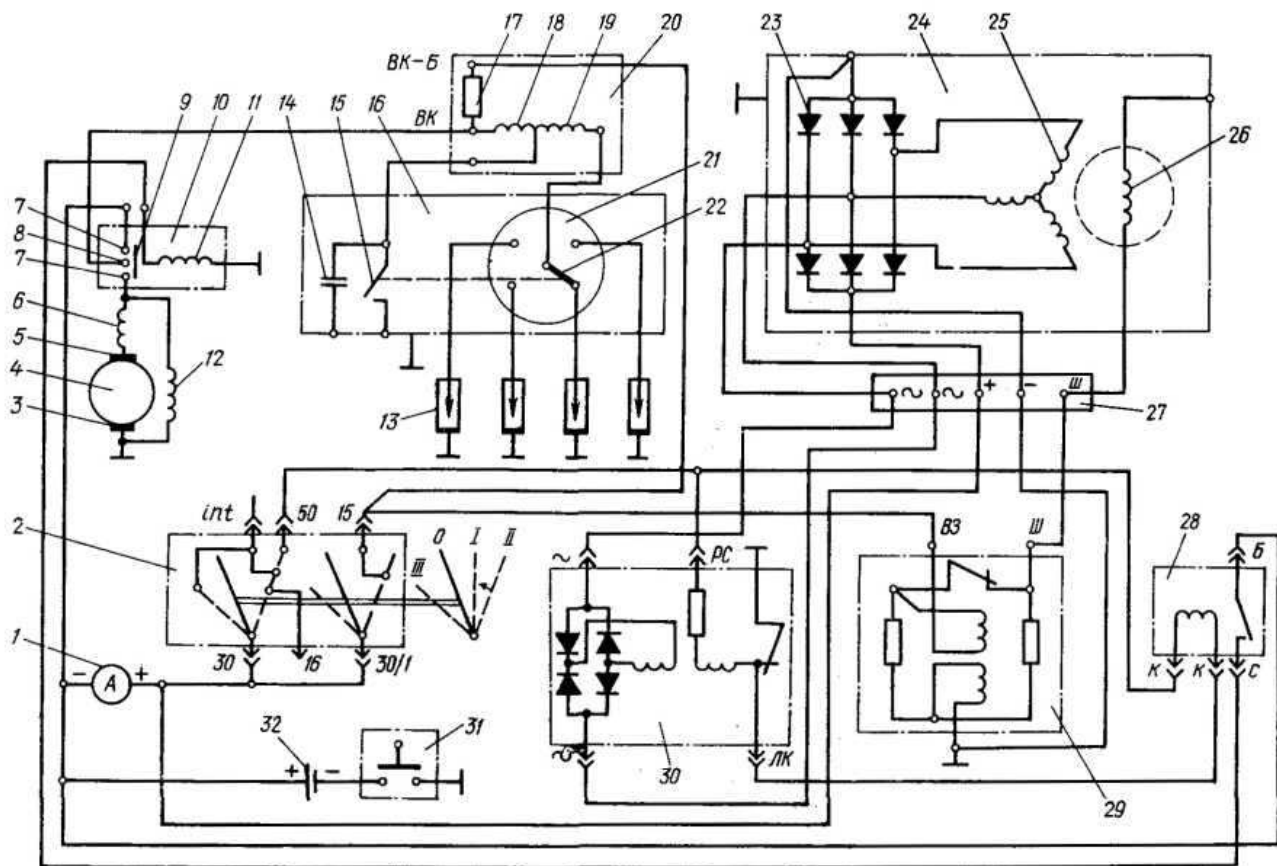
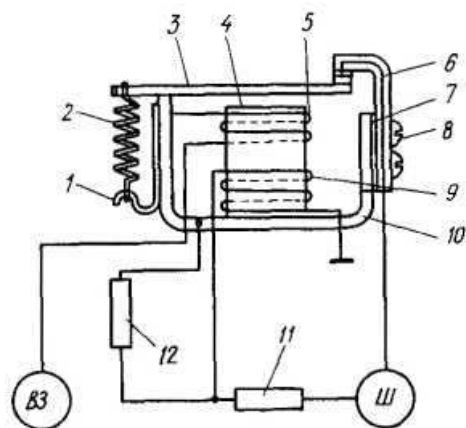

Рис. 203. Схема электрическая принципиальная систем зажигания и пуска двигателя и источников электроснабжения автомобиля:
Рис. 206. Схема регулятора напряжения РР310-Б:
Электрооборудование автомобиля (рис. 202) — напряжением 12 В постоянного тока, с присоединением на массу (кузов автомобиля) потенциала «минус». Источниками электропитания являются включённые параллельно аккумуляторная батарея и генератор (рис.203).
- проверьте исправность цепи возбуждения генератора — отсоедините провод от клеммы **III** (рис. 206) регулятора 29 (рис. 203) и кратковременно (при неработающем двигателе и включённом зажигании) прикоснитесь этим проводом к клемме **III** (рис. 206) регулятора: если при этом появляется небольшая искра, то цепь возбуждения исправна, а также выравнивающая обмотка 5 (рис. 206) регулятора цела, и его контакты исправны. При отсутствии искры убедитесь в наличии напряжения на клемме **V3** регулятора (например, по загоранию включённой между клеммой **V3** и массой контрольной лампы) и затем прикоснитесь тем же отсоединённым проводом к клемме **V3**: наличие искры в этом случае будет означать целостность цепи возбуждения генератора и неисправность регулятора, а её отсутствие — обрыв цепи возбуждения (зависание щёток в щёткодержателях, или отпайка от колец концов обмотки ротора, или обрыв в обмотке ротора). Большая (стреляющая) искра будет означать замыкание цепи возбуждения на массу;
Регулятор напряжения типа РР310-Б (рис. 206) электромагнитный, вибрационный, включён в цепь питания обмотки возбуждения генератора Г502-А (соединение клемм **Ш** регулятора 29 (рис. 203) и генератора 24). Регулятор предназначен для автоматической регулировки напряжения в обмотке возбуждения генератора и, следовательно, для поддержания на выходе выпрямителя генератора величины напряжения в заданных пределах независимо от частоты вращения коленчатого вала двигателя. К клемме **ВЗ** (рис. 206) регулятора подсоединён провод от замка зажигания, а к клемме **Ш** — провод от обмотки возбуждения генератора.
Снимите с регулятора крышку и проверьте зазор между якорем 3 (рис. 206) и сердечником 4 — зазор должен быть 1,2...1,4 мм. При несоответствии зазора установите его перемещением стойки 6 с неподвижным контактом, отпустив винты 8. Затем винты затяните до отказа.
ния пружины 2 (рис. 206); при большом напряжении, подгибая хвостовик угольника 1, усилие натяжения пружины уменьшать, а при малом — увеличивать.